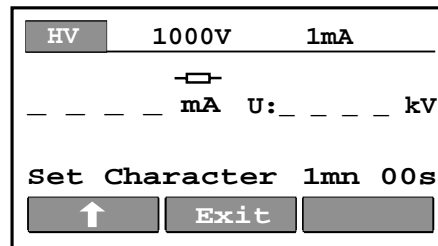

Fig.5. Menu di selezione del carattere della corrente di Test
- Carattere della corrente di test visualizzata (fig.5)